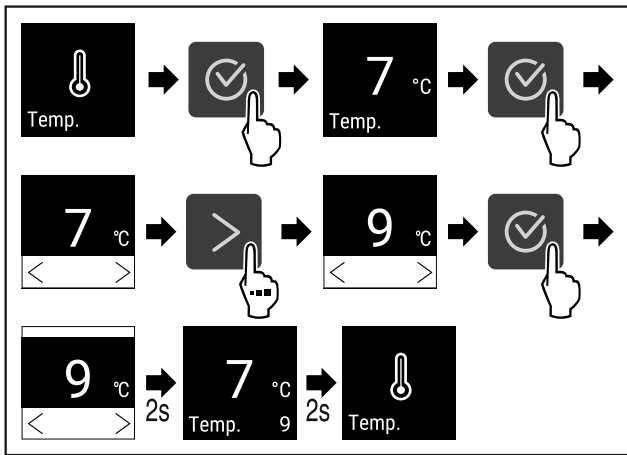

Fig. 67 Зміна температури від 7°C до 9°C
- ▶ Провести етапи операцій (див. Fig. 67) .